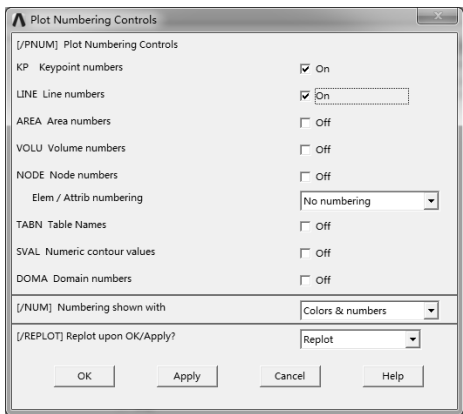

图 7-222 显示关键点
3) 选择 “Utility Menu>PlotCtrls>Numbering” 命令，弹出 “Plot Numbering Controls” 对话框，勾选 “Keypoint numbers” 和 “Line numbers” 选项，单击 “OK” 按钮，此时显示所创建的关键点，如图 7-222 所示。